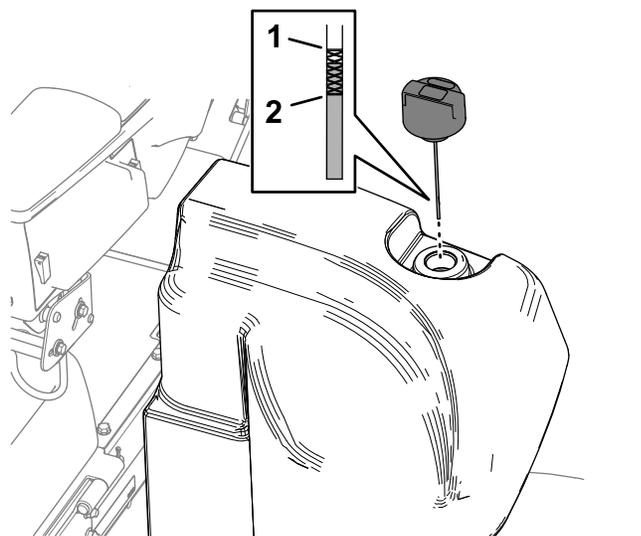

Figura 116
2. Limpe a zona em redor do tubo de enchimento e da tampa do depósito hidráulico (Figura 116).